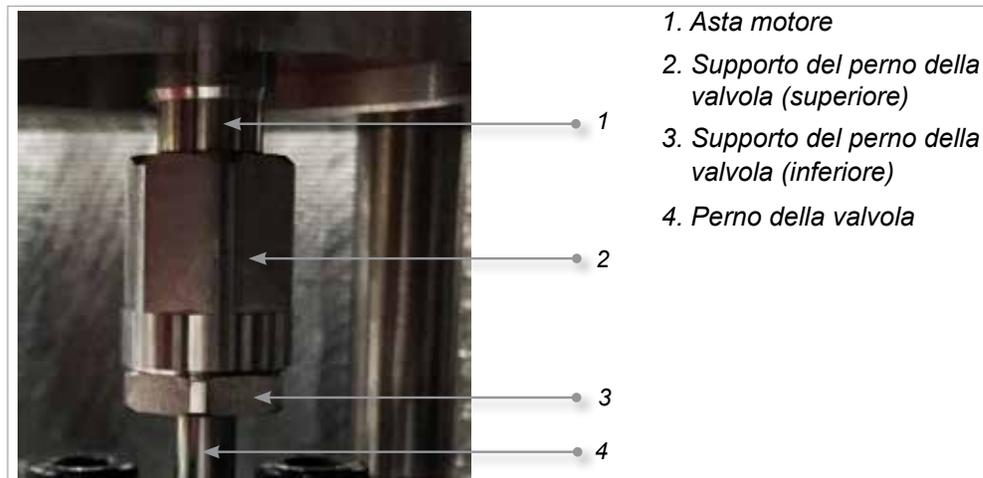

Figura 12-4 Componenti del supporto del perno della valvola
2. Installare il gruppo supporto perno della valvola sul motore. Serrare a una coppia da 8 a 10 Nm [da 6 a 7 ft-lbs]. Vedere la Figura 12-4.